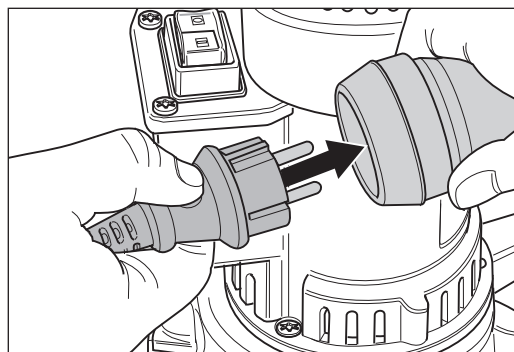

Bild 5 Förbind motorkabeln med förlängningskabeln.
- 1 Stick in motorkabelns stickkontakt i förlängningskabelns koppling (bild 5).